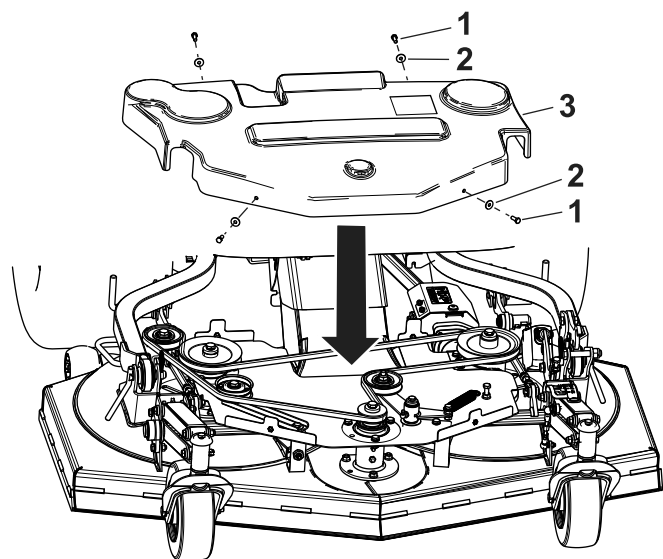

Bild 93
1. Entfernen Sie die 2 Schrauben und Scheiben an der Vorderseite der Abdeckung (**Bild 93**).
2. Entfernen Sie die 2 Schrauben und Scheiben an der Rückseite der Abdeckung (**Bild 93**).
1. Setzen Sie die Abdeckung auf den Riemen **Bild 93**.
2. Installieren Sie die 2 Schrauben und Scheiben an der Vorderseite der Abdeckung (**Bild 93**).
3. Installieren Sie die 2 Schrauben und Scheiben an der Rückseite der Abdeckung (**Bild 93**).